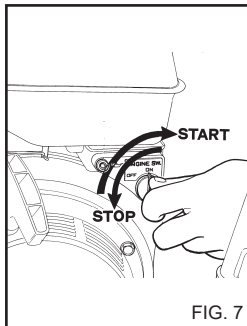

FIG. 7
3) Anbring motorens omkobler i positionen ON (fig. 7).
a) Anbring motorens omkobler i positionen OFF, (fig. 7).